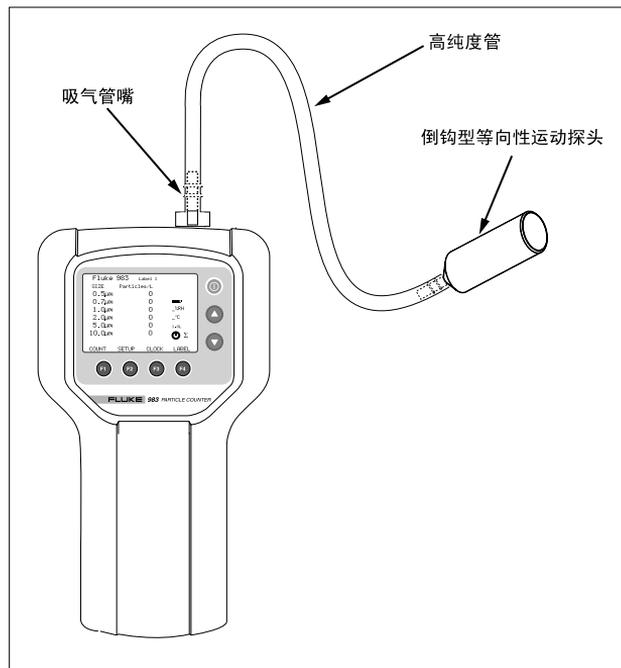

图 9. 高纯度管和倒钩型等向性运动探头的使用
- 倒钩型等向性运动探头与高纯度管相连。在常规方法不适合的区域使用粒子计数器，则使用吸气管嘴、管子和倒钩型等向性运动探头。见图 9。